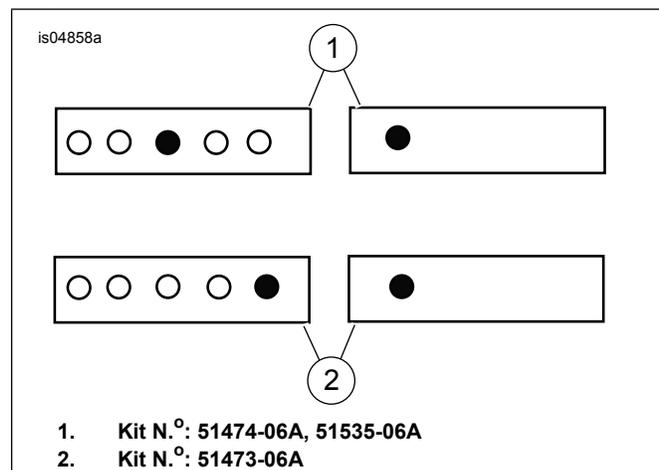

Figura 4. Instalação da tira de apoio
5. Veja a Figura 4. Instale a nova tira de apoio com a arruela e a porca e aperte-a com torque de 11–18 N·m (8–13 ft·lbs).